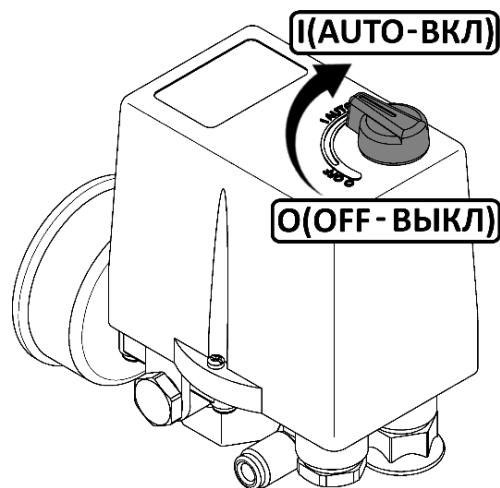

Рисунок 2
- Проверьте, чтобы выключатель на прессостате находился в выключенном положении "OFF" (рисунок 2).
- Выключить компрессор выключателем на прессостате. Для этого необходимо переключить выключатель в положение "OFF" (см. рисунок 2). После этого остановится электродвигатель и произойдет сброс давления из нагнетательного воздухопровода, охладителя и компрессорного блока.
7.2.2 При нарушении питания электрической сети, а также при работе с ПВ более 60% возможно автоматическое срабатывание защиты двигателя. Для пуска компрессора после срабатывания защиты выполните следующие действия: после того, как двигатель остынет до допустимой температуры переключите выключатель на прессостате в положение "OFF" (см. рисунок 2), а затем включите компрессор переключив выключатель в положение "AUTO".